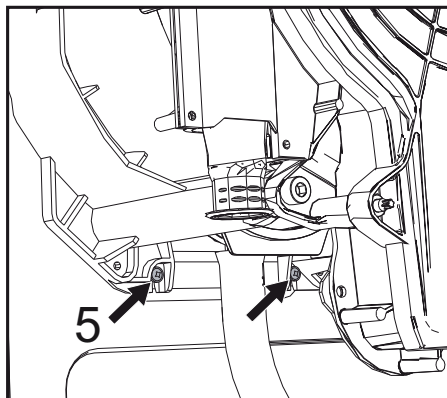

fig. 48
- Afloje los dos tornillos inferiores "5" que fijan el intercambiador al bastidor (fig. 48).